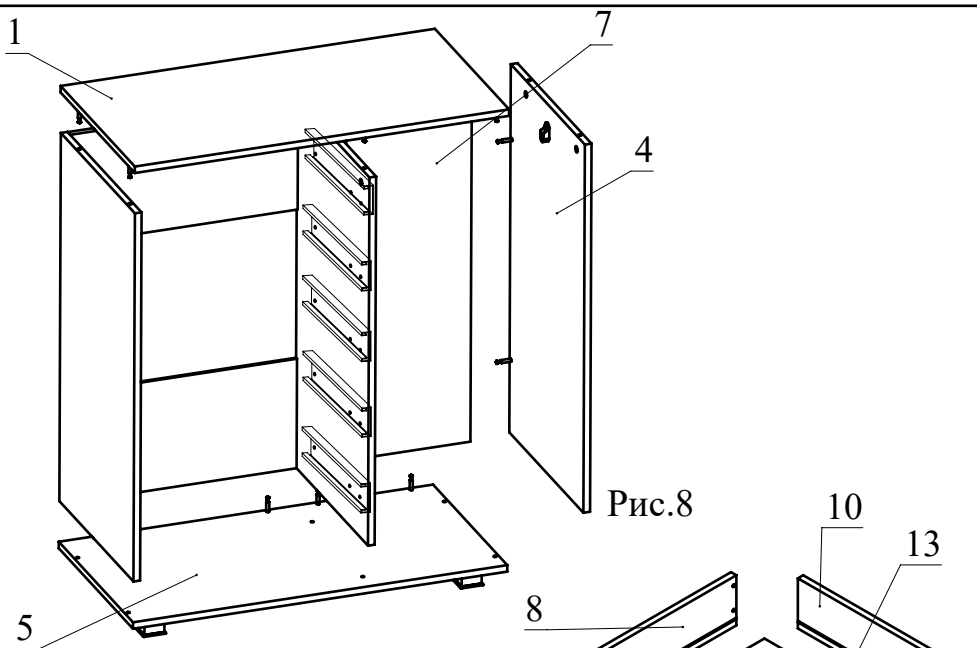

Рис.8
7. К полученной сборке присоедините детали 1, 4, 5, 7 и затяните конфирматным ключом головки минификсов и конфирматы по часовой стрелке до упора (Рис. 8).